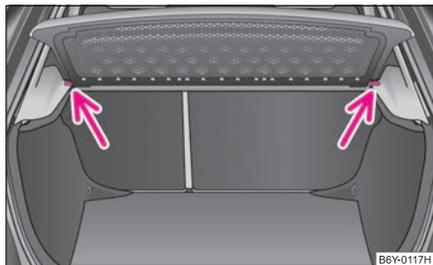

Abb. 59 Ausbau der Gepäckraumabdeckung
- Ziehen Sie die Abdeckung waagrecht nach hinten aus den vorderen Haltern ⇒ Abb. 59.